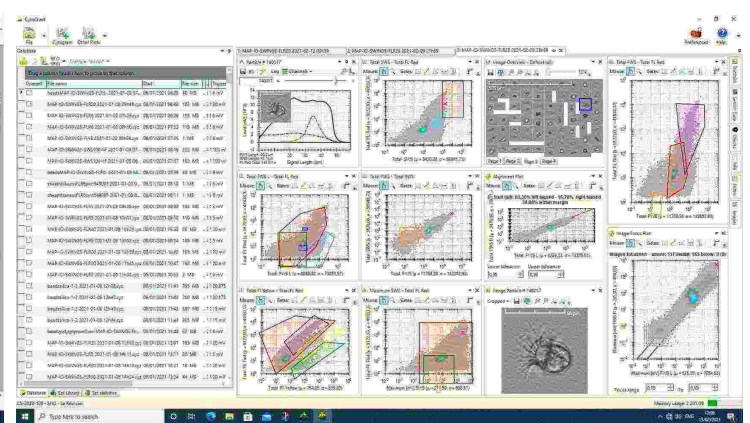

Figure 2: Logiciel CytoClus 4 de visualisation des données
- Les dernières mesures datent de moins de 2 heures (fig. 2).
- sortir délicatement la boîte inox de son support (coincé entre une plaque inox et le socle plastique noir) (fig. 2) :
- Retirer le support métallique en glissant le SE vers le haut (fig. 2).